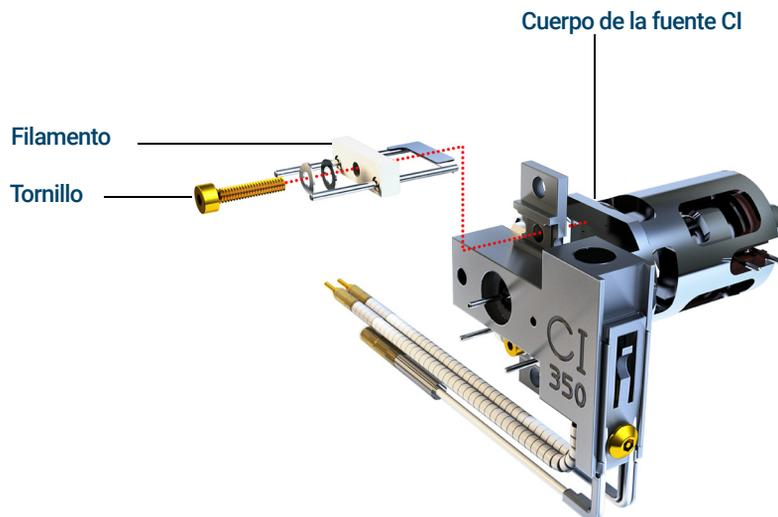

Figura 90. Cambio del filamento de la fuente CI
- 4 Quite el tornillo que sujeta el filamento al cuerpo de la fuente CI. (Consulte la **Figura 90** en la página 298).
- 5 Deslice el filamento y sepárelo del conjunto de la fuente CI. (Consulte la **Figura 90** en la página 298).
- 2 Coloque el filamento nuevo en su posición en el cuerpo de la fuente de iones. (Consulte la **Figura 90** en la página 298).